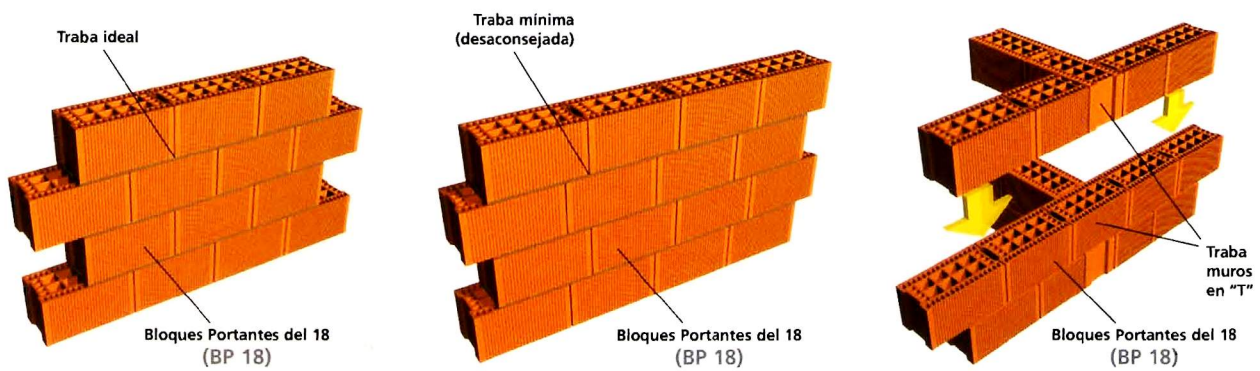

Fig. 6 **A** Traba por mitades de Bloques. **B** Traba por cuartos de Bloques. **C** Traba encuentros en "T".
- Las hiladas deben ir trabadas (Fig 6.) (A), (B) y (C). Es decir, un bloque apoya sobre otros dos.